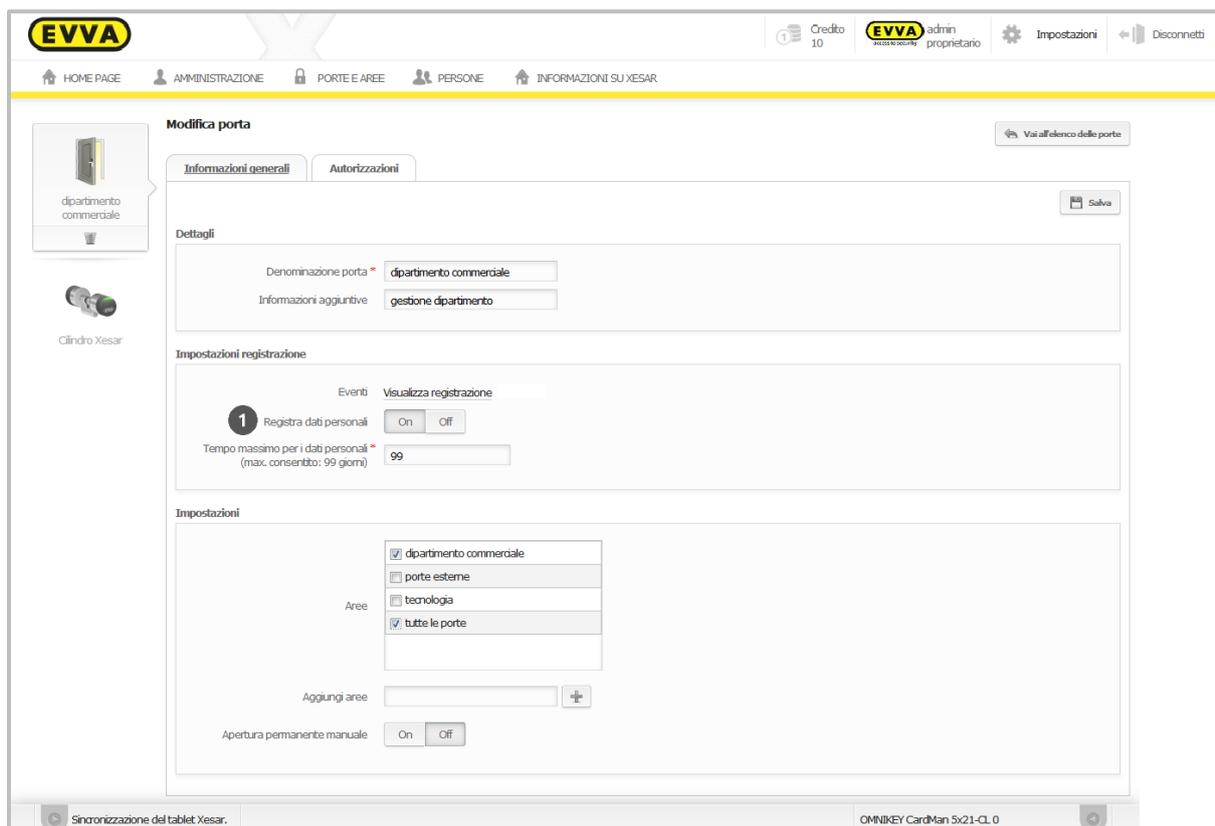

Figura 76: Visualizzazione delle registrazioni dei dati personali
Se la funzione **Registra dati personali** ❶ (Figura 76: Visualizzazione delle registrazioni dei dati personali) è attivata, facendo clic su **Visualizza registrazione** si accede all'elenco delle registrazioni della porta ❷ (Figura 77: Eventi di accesso - Visualizzazione delle registrazioni).